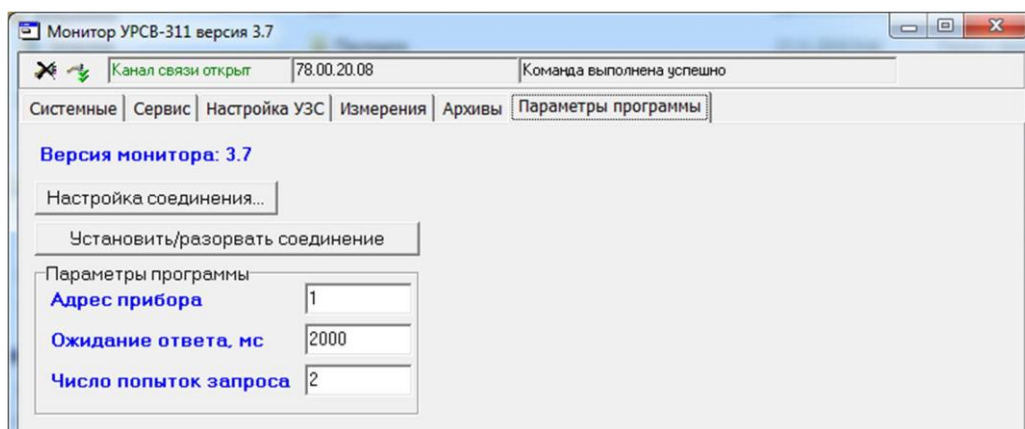

Рис.14. Вид вкладки «Параметры программы».
4.1.7. При необходимости создания сети приборов, объединенных по интерфейсу RS-485, настройка параметров связи (сетевой адрес, длительность ожидания ответа, число попыток запроса) производится во вкладке «Параметры программы» (рис.14):